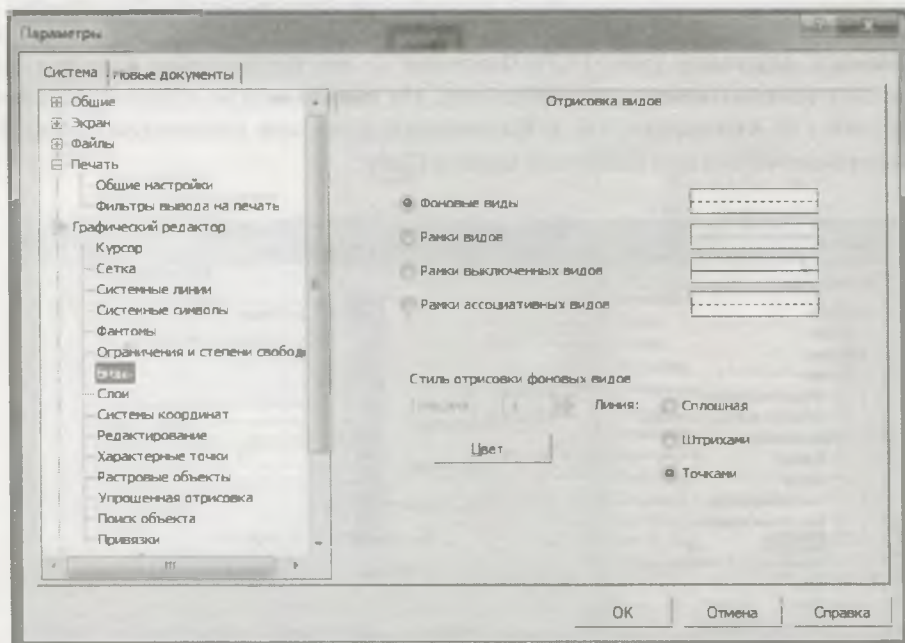

Рис. 17.8. Диалоговое окно Параметры с открытой панелью Отрисовка видов
- щелкните ЛК мыши по пункту **Виды** — в правой части появилась панель **Отрисовка видов** (рис. 17.8).